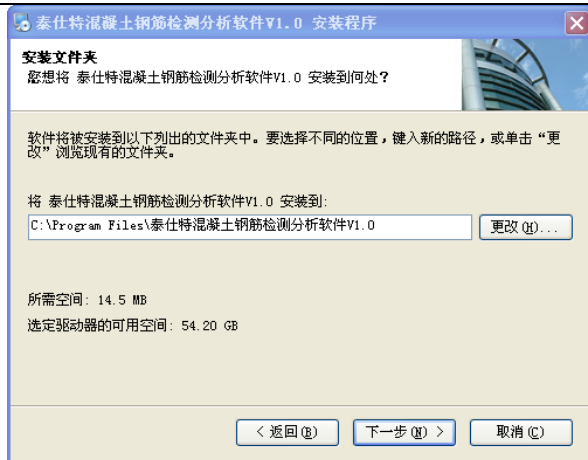
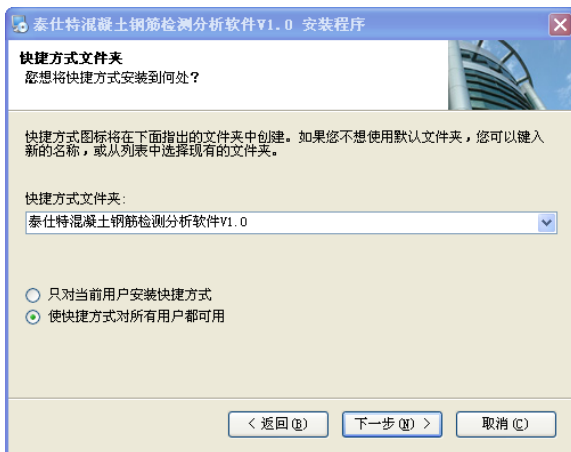

图 6-2-1
图 6-2-2
2、进入图 6-2-1 安装界面，在此界面点击**更改**可以更改程序的安装路径，点击**下一步**进入 6-2-2，点击**返回**则返回图 6-1-1 界面，点击**取消**则如图 6-1-3 界面。进入图 6-2-2 点击**下一步**则进入图 6-3-1，进行 USB 驱动程序安装。